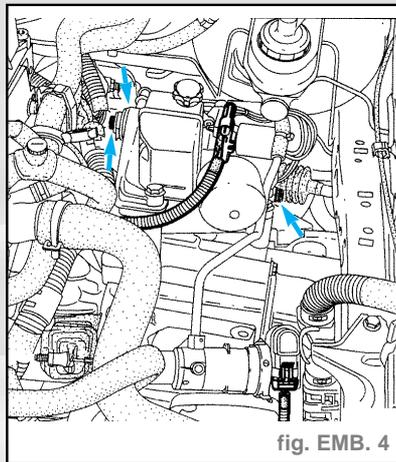

fig. EMB. 4
- Déposer les trois vis de fixation du GEP (fig. EMB. 4).